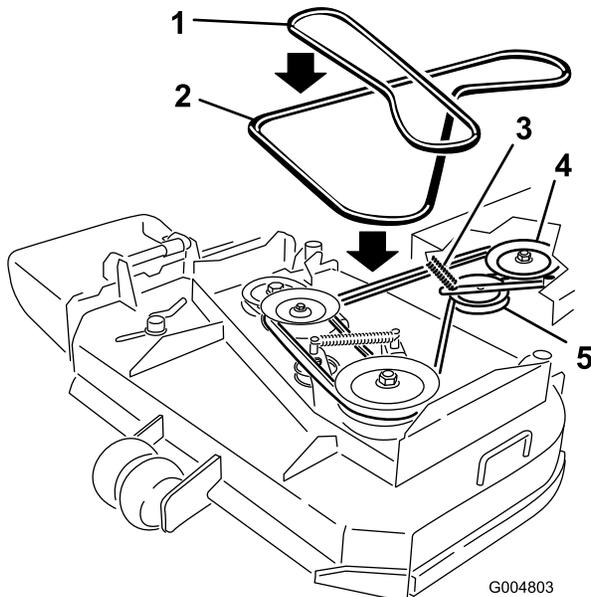

Bild 38
6. Rollen Sie den Riemen von der mittleren Spannscheibe am Mähwerk (Bild 38).
7. Nehmen Sie den Riemen von der Motorspannscheibe und der gefederten Spannscheibe ab (Bild 38).
8. Setzen Sie den neuen Riemen auf die Motorspannscheibe und die gefederte Spannscheibe auf (Bild 38).
9. Rollen Sie den Riemen auf die mittlere Spansscheibe am Mähwerk (Bild 38).